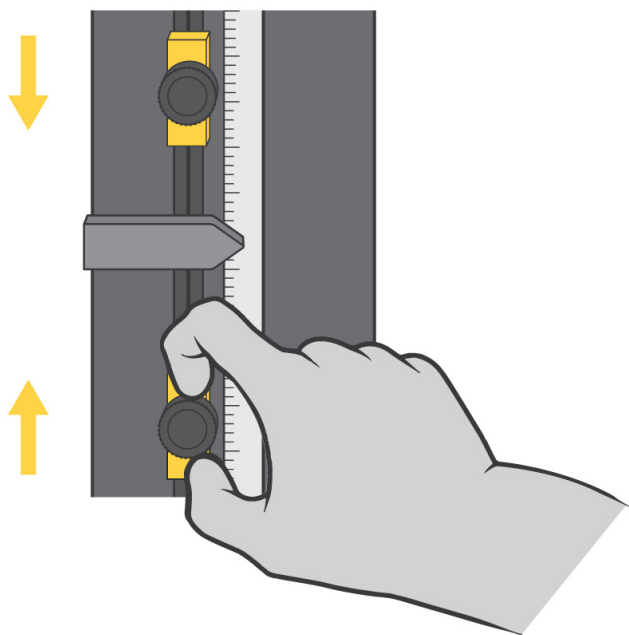

Figura 18. Configuración de las paradas límite
Las paradas límite de la cruceta son dos cierres ajustables montados en la varilla del interruptor del límite, que se encuentra dentro de la columna de la máquina, como se muestra en la Figura 18 en la página 104. Las paradas límite (1 y 2) tienen tornillos que se aprietan y sueltan a mano; se pueden desplazar a cualquier posición de la varilla del límite. Coloque estas paradas justo después de los parámetros del ensayo para evitar el sobrerrecorrido de la cruceta. Cuando la cruceta alcanza el recorrido máximo predefinido, el actuador del interruptor (3) entra en contacto con una de estas paradas. El contacto entre el actuador del límite y la parada límite mueve la varilla del interruptor del límite (4) y activa los interruptores del límite. Esto detiene el movimiento de la cruceta.